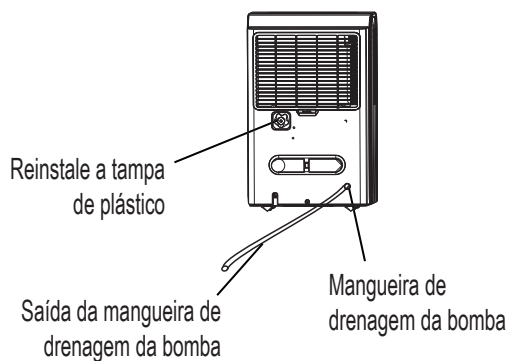

Fig. 11
- Remova a mangueira de drenagem contínua do aparelho e instale a tampa plástica na saída da mangueira de drenagem contínua do aparelho, girando no sentido dos ponteiros do relógio. (Veja Fig.11)
- Volte a colocar a mangueira de drenagem de bomba na saída da mangueira de drenagem de bomba até uma profundidade de pelo menos 15 mm (Veja Fig. 11) e, de seguida, conduza a mangueira de água até ao ralo do piso ou até uma instalação de drenagem adequada.